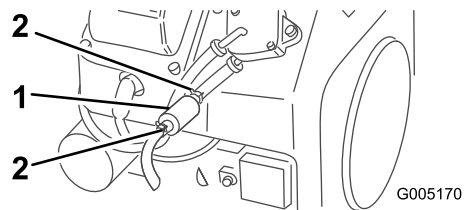

Figure 31
4. Pincez les extrémités des colliers et éloignez les colliers du filtre (Figure 31).
s'écoule, puis enlevez le filtre des conduites (Figure 31).